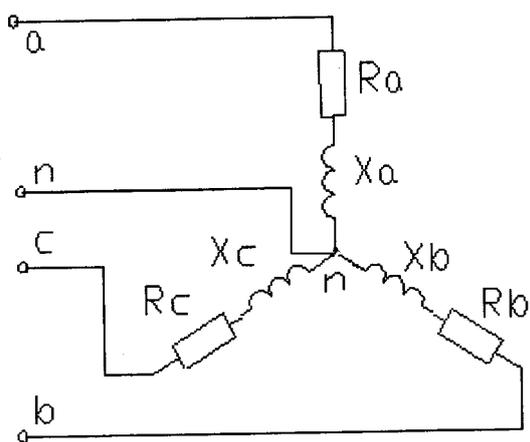

Рисунок 4.9
**Задача.** Для трехфазной электрической цепи, схема которой изображена на рис. 4.9 – 4.15, по заданным в табл. 4.1 параметрам и линейному напряжению определить фазные и линейные токи, ток в нейтральном проводе (для четырехпроводной схемы), активную мощность всей цепи и каждой фазы отдельно. Построить векторную диаграмму токов и напряжений.